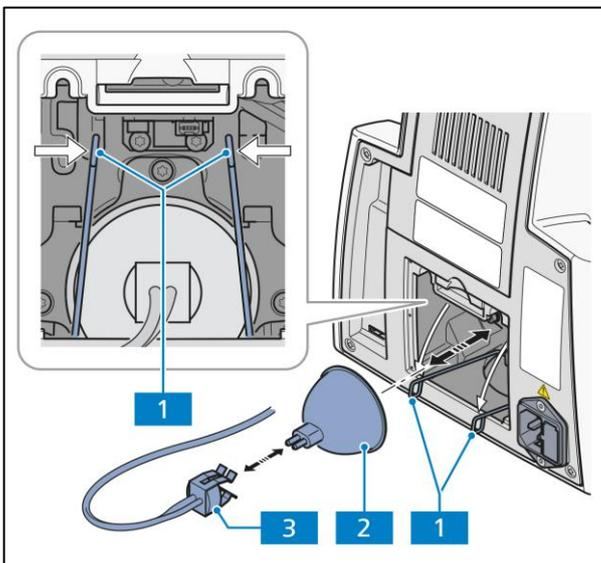

Abb. 3-16 Halogenlampe wechseln
- Lampenstecker (Abb. 3-16/3) von der Halogenlampe (Abb. 3-16/2) abziehen.
- Den Klemmbügel der Lampenhalterung an den Schlaufen (Abb. 3-16/1) beidseitig zusammen drücken und nach unten kippen.
- Bei Lampenwechsel die alte Lampe (Abb. 3-16/2) herausnehmen.
- Klemmbügel (Abb. 3-16/1) der Lampenhalterung mit der aufliegenden Lampe anheben, bis sie vollständig an der Lampenhalterung anliegen. Dabei die beiden Klemmbügelenden leicht zusammendrücken und an den beiden oberen Halteelementen vorbeiführen. Druck dann soweit wegnehmen, dass sich der Klemmbügel öffnet und beidseitig hinter den Halteelementen einrastet.
- Korrekten Sitz der Lampe prüfen und Lampenstecker (Abb. 3-16/3) auf die Stifte der Lampe (Abb. 3-16/2) aufstecken. Dabei nicht verkanten, damit die Stifte nicht verbogen werden.